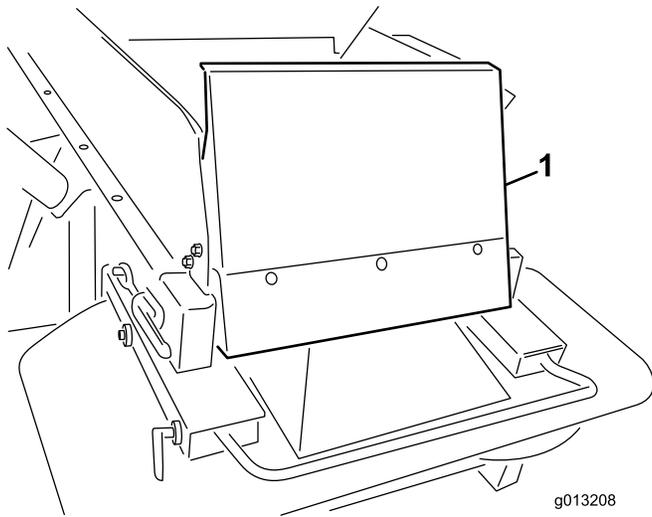

图7
6. 使用提供的 1/4 x 5/8 英寸圆头螺栓和尼龙锁紧螺母安装料斗防护装置 (图7)。